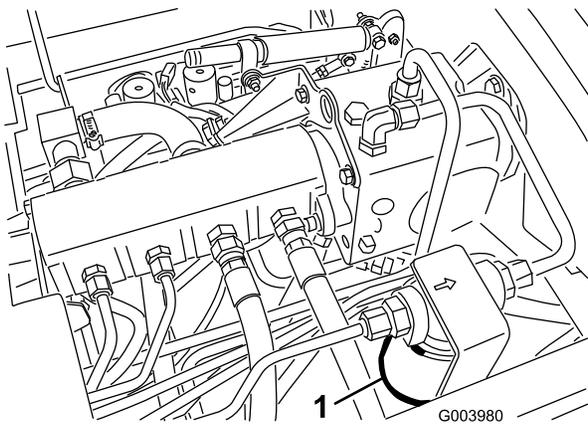
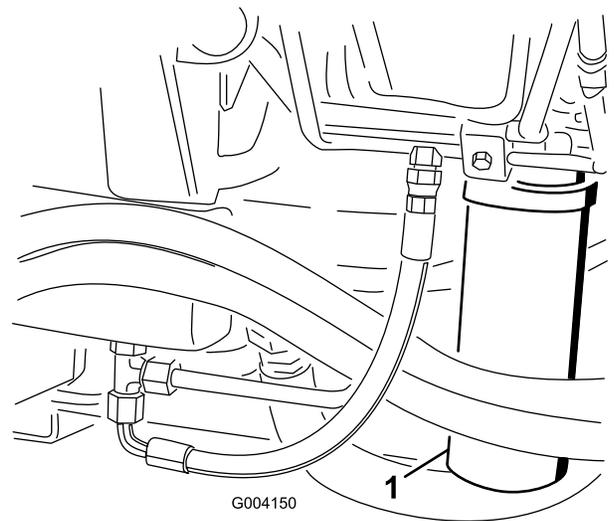

図 78
図 79
2. フィルタ取り付け部付近をきれいに拭き、下に容器を置く（図 78と図 79）。